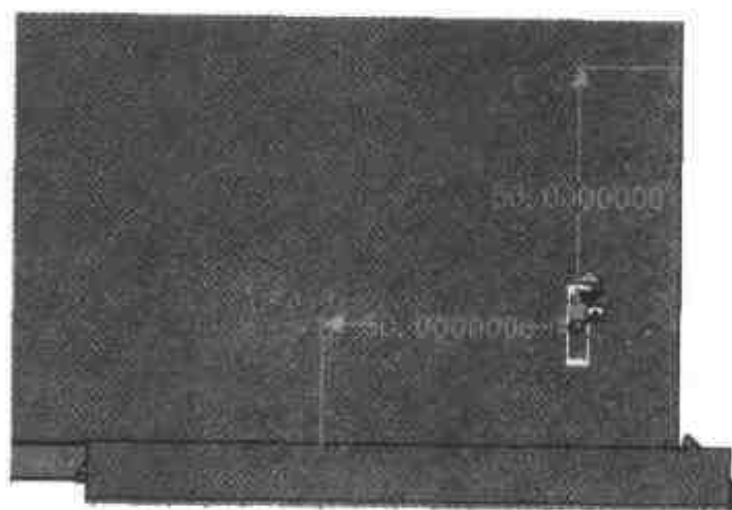

图 4.40 旋转散热孔
- (2) 打开【三维球】, 利用三维球将散热孔旋转 90°, 结果如图 4.40 所示。